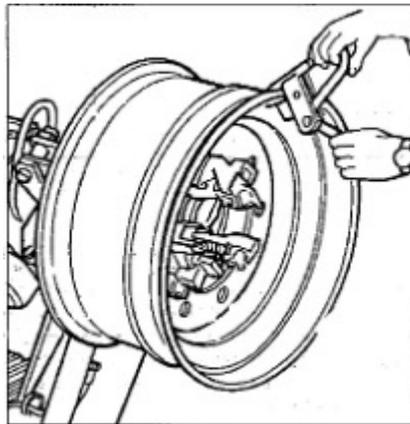

Fig.7.8
3) Fixar o clipe do PC à borda exterior do aro no ponto mais alto (Ver Fig. 7.8)
- 3) Fixar o clipe do PC à borda exterior do aro no ponto mais alto (Ver Fig.7.8).